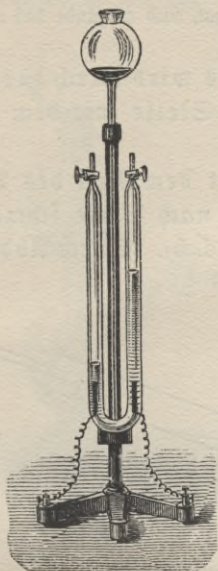

Fig. 16. Electrolyse des Wassers.
**Versuch:** Man fülle den Hoffmannschen Apparat (Fig. 16) mit stark verdünnter Schwefelsäure (1 Teil Säure auf 10 Teile Wasser) und lasse einen Strom von 3 Akkumulatoren oder 3 Bunsenelementen hindurchgehen1).